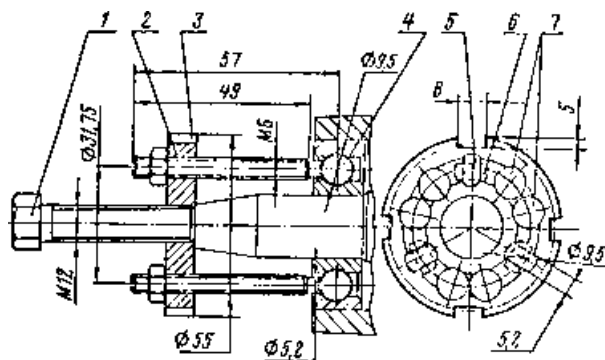

Рис. 3.8. Приспособление для выпрессовки правого подшипника коленчатого вала без разборки картера:
4. Задевание ротора за статор вызвано биением цапфы коленчатого вала и устраняется заменой подшипника. Растачивать статор или протачивать ротор не рекомендуется, так как при этом ухудшается токообразование и к тому же возможно повреждение деталей. С помощью несложного приспособления, показанного на рис. 3.8, можно выпрессовать подшипник правой цапфы коленчатого вала, не разбирая картера.